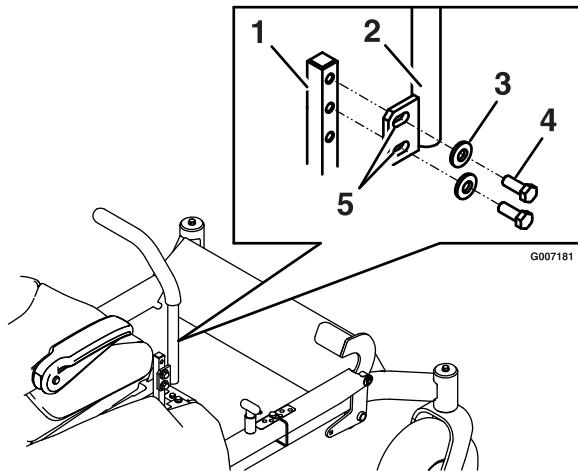

Figure 19
1. Retirez les deux boulons qui fixent le levier de commande à l'arbre du bras de commande (Figure 19).
2. Desserrez le boulon inférieur jusqu'à ce qu'il soit possible de pivoter le levier de commande en avant ou en arrière (Figure 19). Serrez les deux boulons pour fixer la commande à sa nouvelle position.